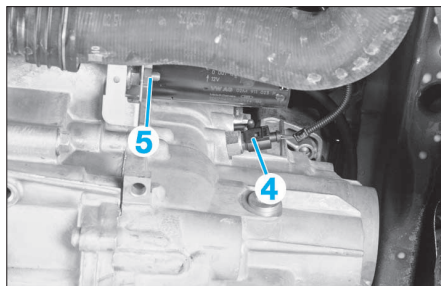

FIG. 16
- Déposer les câbles (2) et (3) au niveau du démarreur et les dégager.
- Débrancher le connecteur (4) du contacteur de feux de recul (Fig.16).